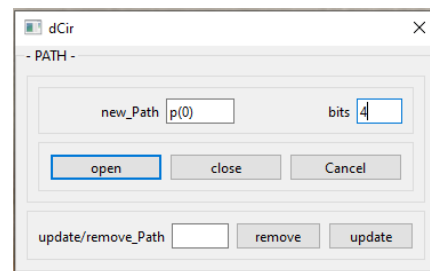

Fig.6: apertura de un camino de 4 bits
- b) Clicar botón izquierdo sobre *Paths*; aparece la fig. 6
- e) Clicar el botón derecho y seleccionar *close* para terminar el camino, si el camino es correcto, sino clicar *cancel* (fig.6).
Una vez cerrado un camino, sobre él aparece la información $p(x, y)$. Se debe interpretar como *path*(identificador, nº de bits). Se puede actualizar su número de bits así como eliminarlo del circuito (fig.6). Para ello, se requiere de su identificador.